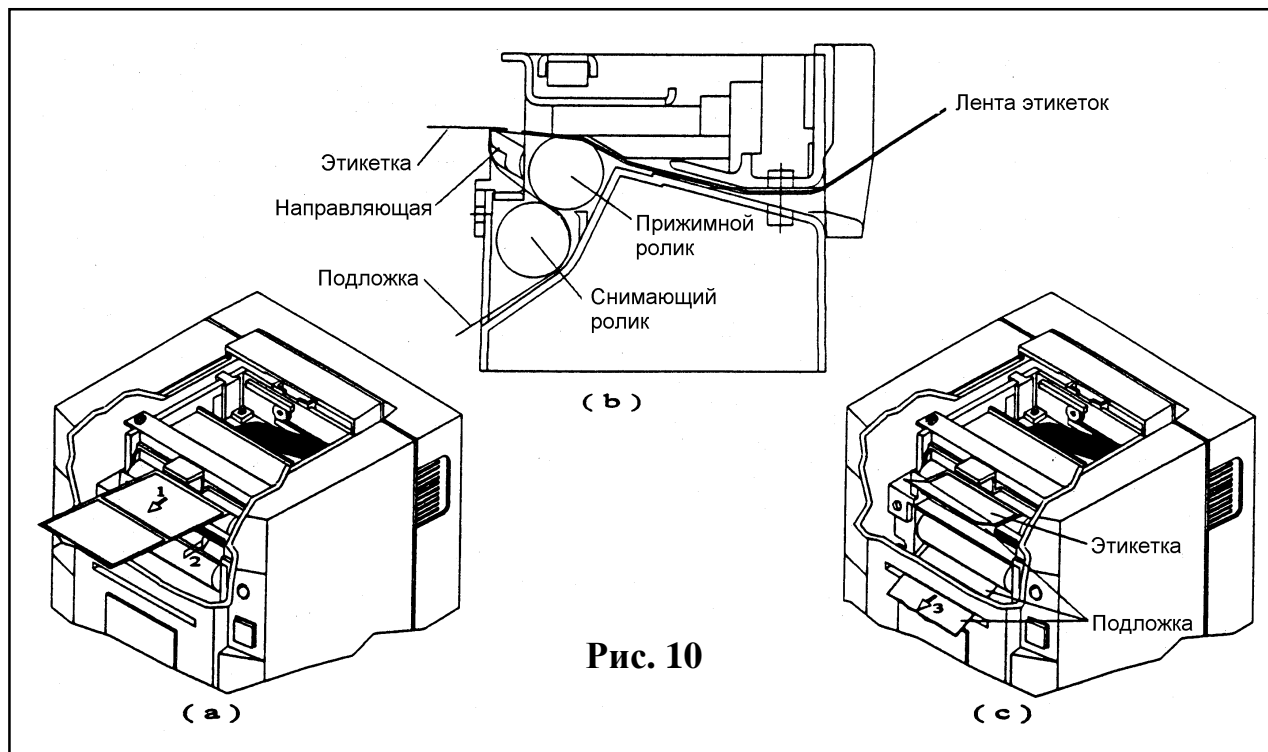
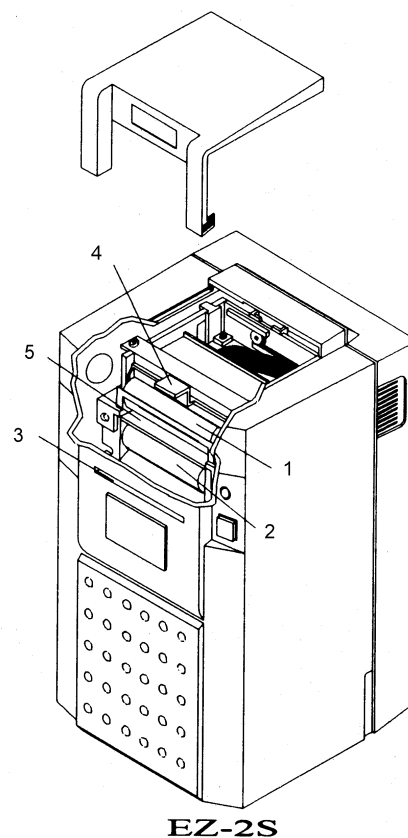

Рис. 10
Рис. 11
EZ-2S это EZ-2 принтер с авто-отделением этикетки, Рис. 11 показывает внутренние компоненты EZ-2S. Снимающий ролик (2) расположен ниже прижимного ролика (1). Принтер снимает этикетку с бумажной подложки каждый раз при печати этикетки. Датчик этикетки скрыт внутри под передней крышкой. Этот датчик запрещает печать следующей этикетки, пока Вы не возьмете напечатанную. Бумага подложки выходит из окна вывода подложки этикеток (3). Обратитесь к Рис. 10, чтобы загрузить этикетки для EZ-2S.
2. Загрузите этикетки, по крайней мере, 4 дюйма (10 см) бумажной подложки этикетки, как показано на Рис. 10-а
3. Поместите передний край бумажной подложки этикетки между роликами. Нажмите кнопку подачи, бумага подложки пройдет между прижимным и снимающим роликами, как показано на Рис. 10-b.